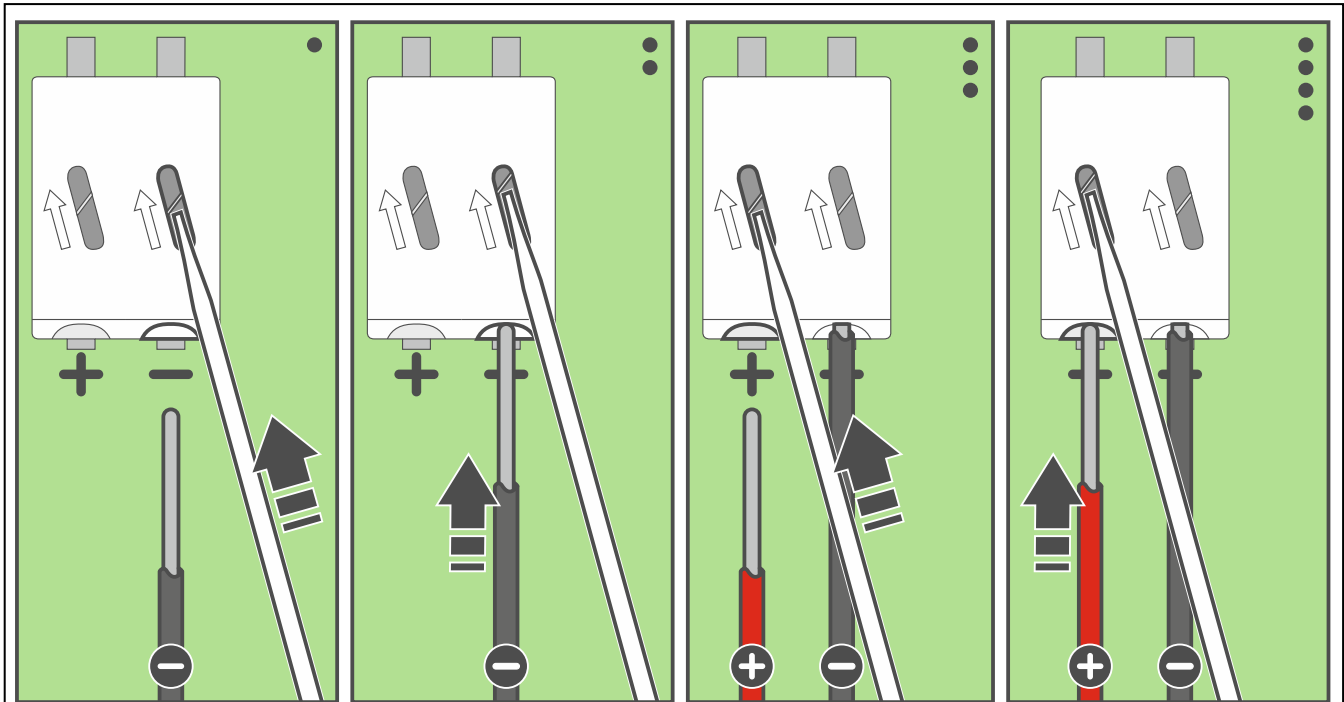

Fig. 3. Raccordement des câbles d'alimentation.
12. Pour utiliser le bloc d'alimentation APS-055, connectez les fils d'alimentation aux bornes « + » et « - » (fig. 3). Utilisez un tournevis plat 1,8 mm.